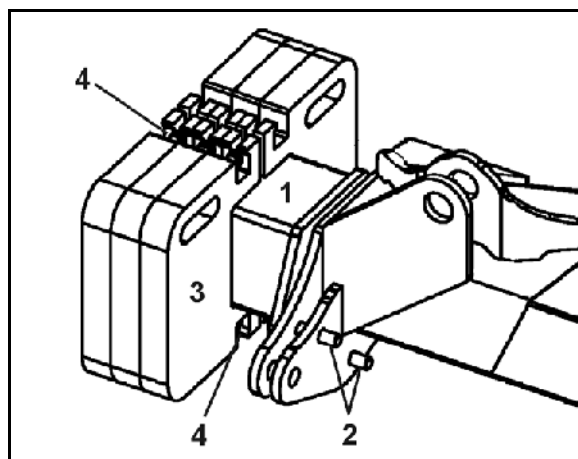

Bild 30
1. Montera hållarröret (Bild 30/1) med fyra skruvar (Bild 30/2) på sidosektionens utsida.
2. Skruva fast två extravikter (Bild 30/3) på hållarröret (Bild 30/4) och säkra på detta vis.